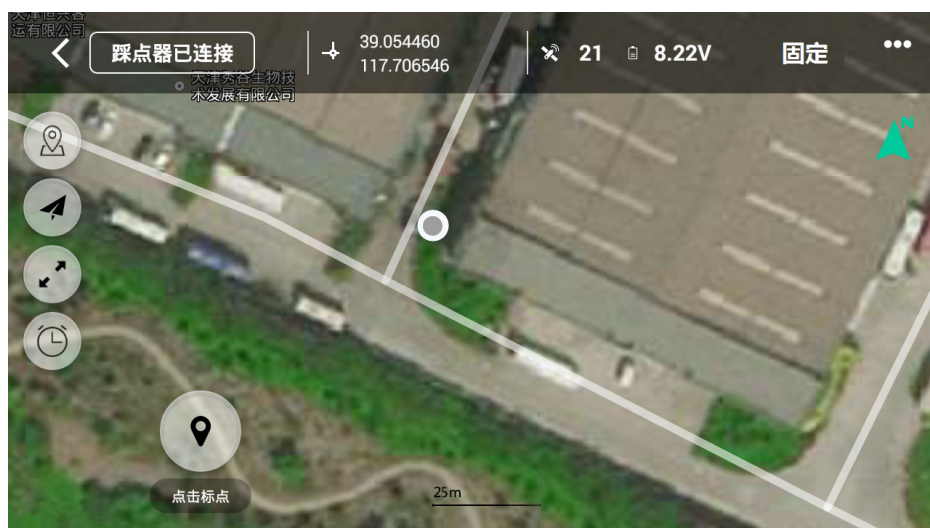

图 5-4 踩点器踩点页面
6. 点击“踩点器”连接踩点设备，进入踩点器踩点页面，如图 5-4 所示。